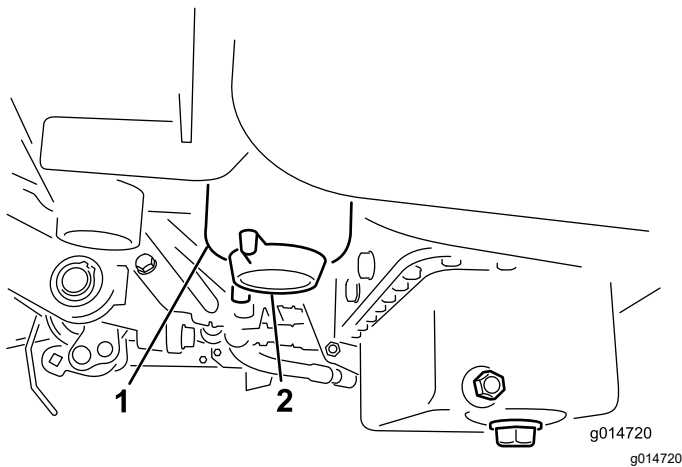

Figura 38
3. Abra el tapón de vaciado del filtro de combustible aproximadamente una vuelta y drene cualquier agua acumulada (Figura 38).